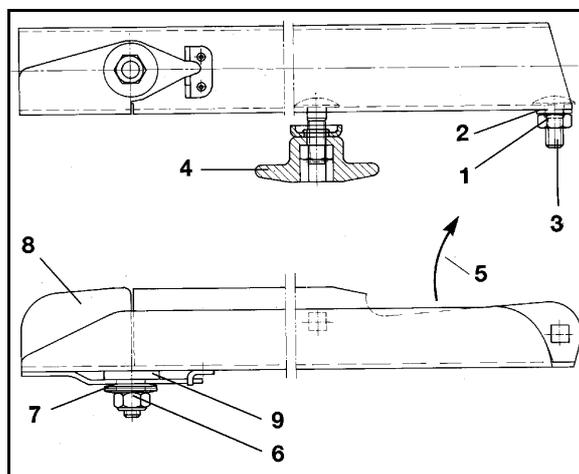

Fig. 79
1. Lösen der selbstsichernden Mutter (Fig. 79/1).
2. Entfernen der Unterlegscheibe (Fig. 79/2) und der Flachrundschaube (Fig. 79/3).
3. Lösen der Flügelmutter (Fig. 79/4) und Streuschaufel auswechseln.
Die selbstsichernde Mutter (Fig. 79/1) so anziehen, dass die Streuschaufel von Hand verschwenkbar ist.
Auf die korrekte Montage der Streuschaufeln achten! Die offene Seite der U-förmigen Streuschaufel weist in Drehrichtung (Fig. 79/5).